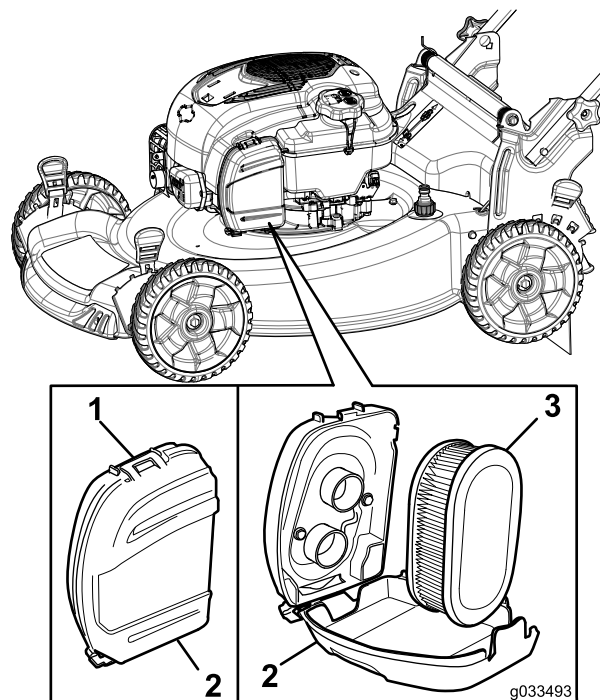

Bild 32
1. Lösen Sie das Oberteil der Luftfilterabdeckung (Bild 32).
2. Entfernen Sie den Luftfilter (Bild 32).